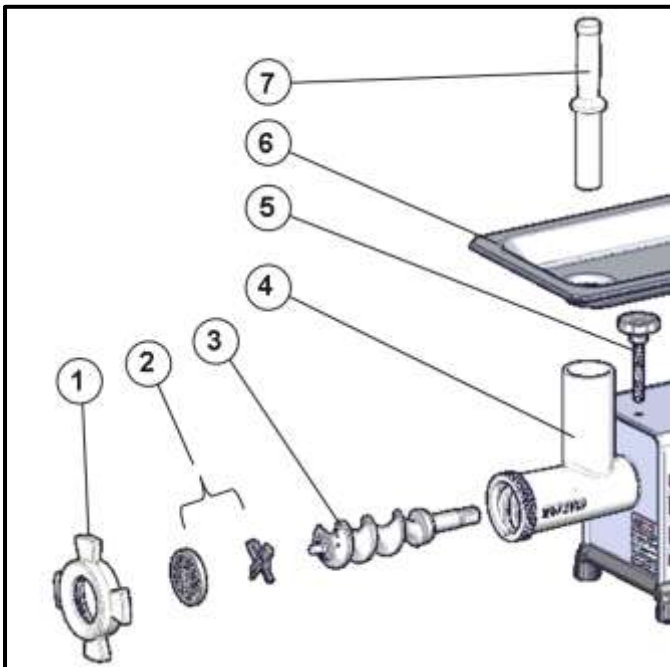

Fig. 5
- Retirar o Soquete (Item 7 - Fig. 5).
- Retirar a Bandeja (Item 6 - Fig. 5).
- Soltar o Volante (Item 1 - Fig. 5).
- Retirar o conjunto de corte (Disco, Cruzeta, Anel, etc.) conforme o tipo de moagem (Item 2 - Fig.5).
- Retirar o caracol montado (Item 3 - Fig. 5).
- Soltar o Manípulo (Item 5 - Fig. 5).
- Para soltar o Bocal (Item 4 - Fig. 5), coloque o soquete dentro do bocal e pressione-o lateralmente, como uma alavanca conforme (Fig. 5).